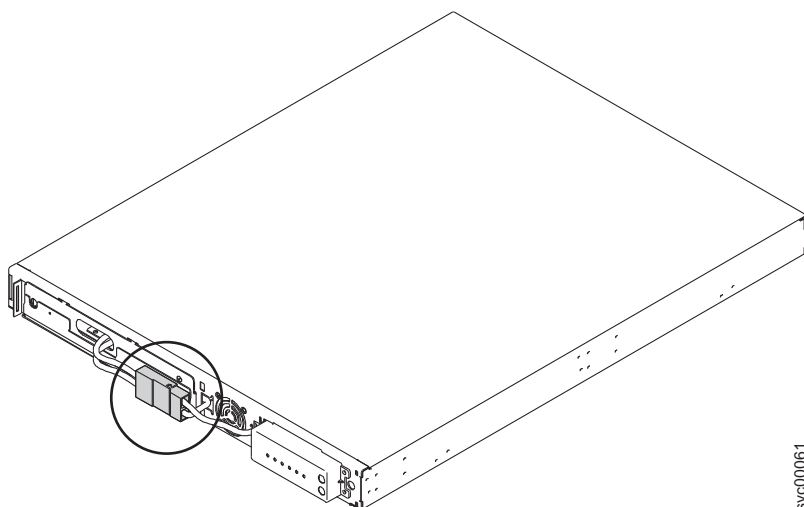

図 346. 内部バッテリー・コネクタを適所に収めた 2145 UPS-1U
7. 内部バッテリー・コネクタ (454 ページの図 346 の円内) を接続します。